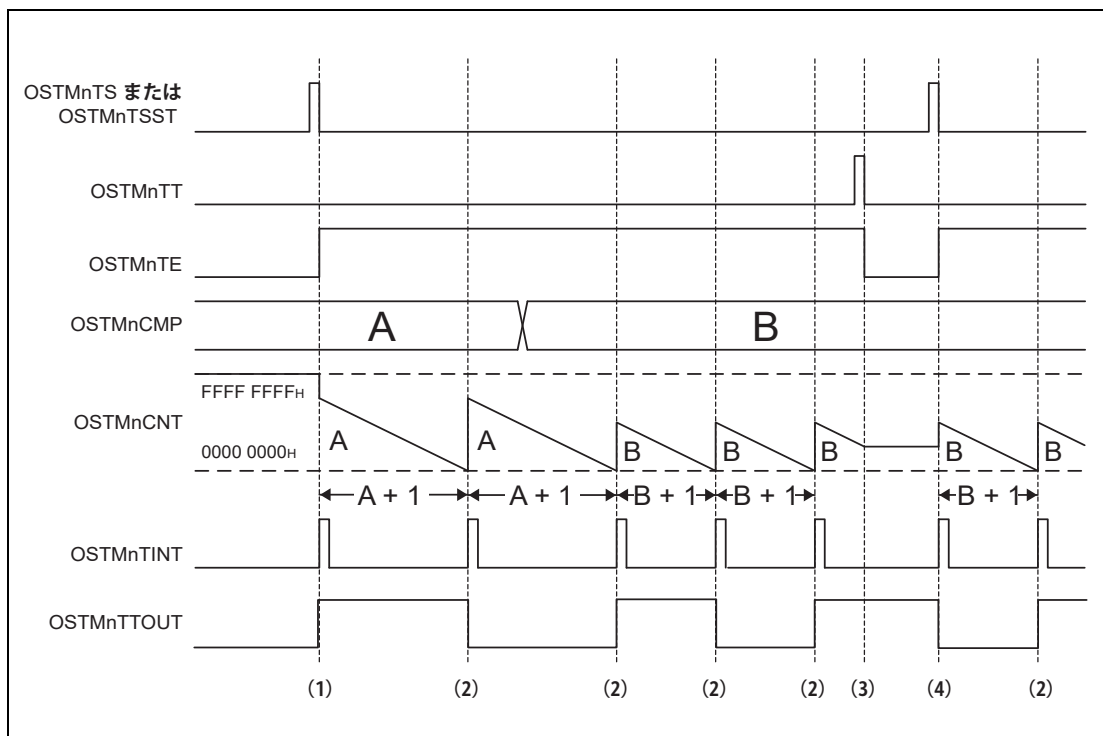

図 16.3 インターバルタイマモードの OSTM のタイミング図
- (1) カウンタは、「**図 16.3 インターバルタイマモードの OSTM のタイミング図**」で説明されているように動作を開始します。
- (2) カウンタは、動作している間 ($OSTMnTE.OSTMnTE = 1$) $OSTMnTS.OSTMnTS = 1$ または $OSTMnTSST = 1$ にすると、リスタートします。